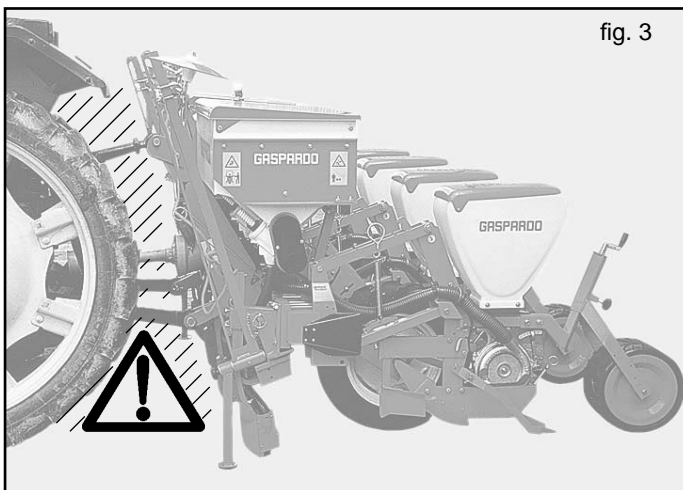

fig. 3
- 5) È assolutamente vietato interporre fra il trattore e l'attacco per manovrare il comando dall'esterno per il sollevamento (Fig. 3).
- 6) È assolutamente vietato interporre tra il trattore e l'attrezzatura (Fig. 3) con motore acceso e cardano inserito. È possibile interporre solo dopo aver azionato il freno di stazio- namento ed aver inserito, sotto le ruote, un ceppo o un sasso di bloccaggio di adeguate dimensioni.